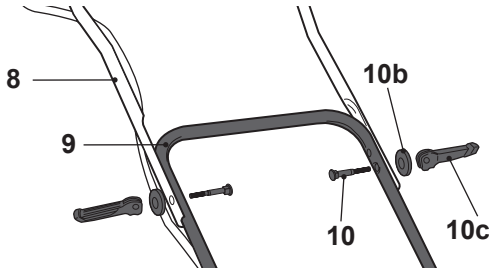

Fig. 1
- > Alignez la barre de poignée supérieure (8) et barre de poignée inférieure (9) et fixez-les avec les boulons (10a) (Fig. 1).